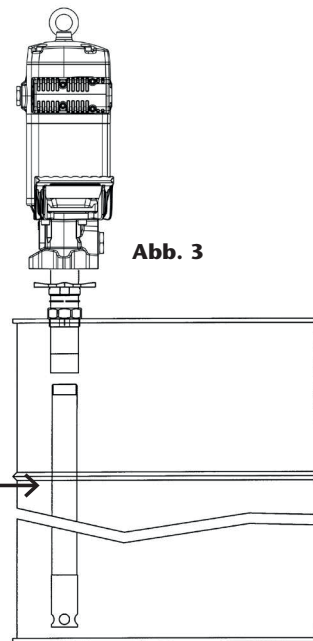

Abb. 3
- c. Einstellbare Montage auf Fass oder Tank mit Adapter. Schrauben Sie das entsprechende Verlängerungsrohr an die Pumpe (siehe Abb. 3). Schrauben Sie die Mutter des verstellbaren Adapters auf den Fass-/ Tankdeckel. Führen Sie das Rohr durch die Mutter und fixieren Sie es mit dem Stern in der gewünschten Höhe.